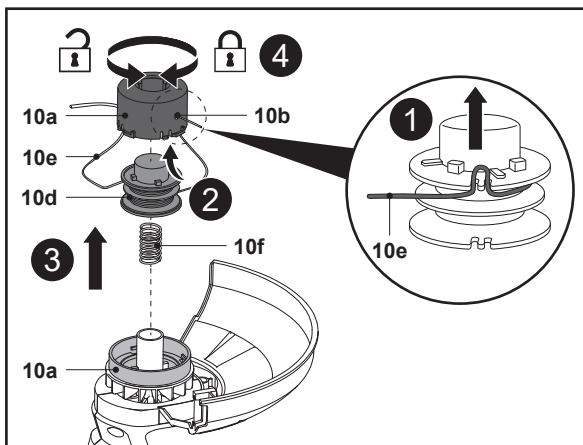

Fig. 15
6. Suelte el hilo de corte (10e) de las muescas y manténgalo en posición. Evite que el hilo de corte (10e) se escape de la bobina de corte (10d) (Fig. 15, paso 1).
7. Pase el extremo del hilo de corte a través del ojal (10b) del alojamiento (10a) (Fig. 15, paso 2).
9. Inserte la bobina de corte (10d) en el alojamiento (10a) (Fig. 15, paso 3).
10. Presione hacia abajo la bobina de corte (10d) junto con el alojamiento (10a) contra el muelle (10f) y gire el conjunto con la mano hasta que encaje en su sitio (Fig. 15, paso 4).